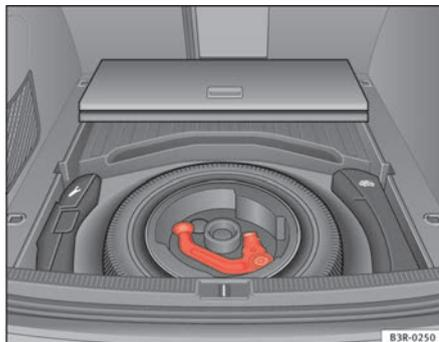

Fig. 156 Maletero: Rueda de repuesto con dispositivo para remolque
- Para vehículos con rueda de repuesto ⇒ fig. 156.